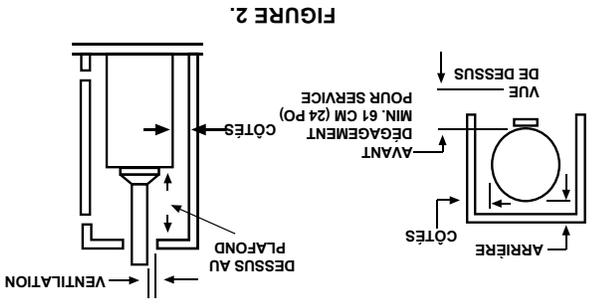

FIGURE 2.
**IMPORTANT :** Si le chauffe-eau est installé sur un plancher recouvert de moquette, celle-ci doit être protégée par un panneau de métal ou de bois posé sous le chauffe-eau. La longueur et la largeur du panneau de protection doivent dépasser celles du chauffe-eau d'au moins 7,62 cm (3 po). Dans le cas d'une installation dans une alcôve ou un placard, le panneau doit recouvrir la totalité du plancher. La Figure 2 peut servir de guide pour déterminer les différents dégagements prescrits. Il faut prévoir un dégagement minimal de 61 cm (24 po) devant le chauffe-eau aux fins d'inspection et d'entretien.